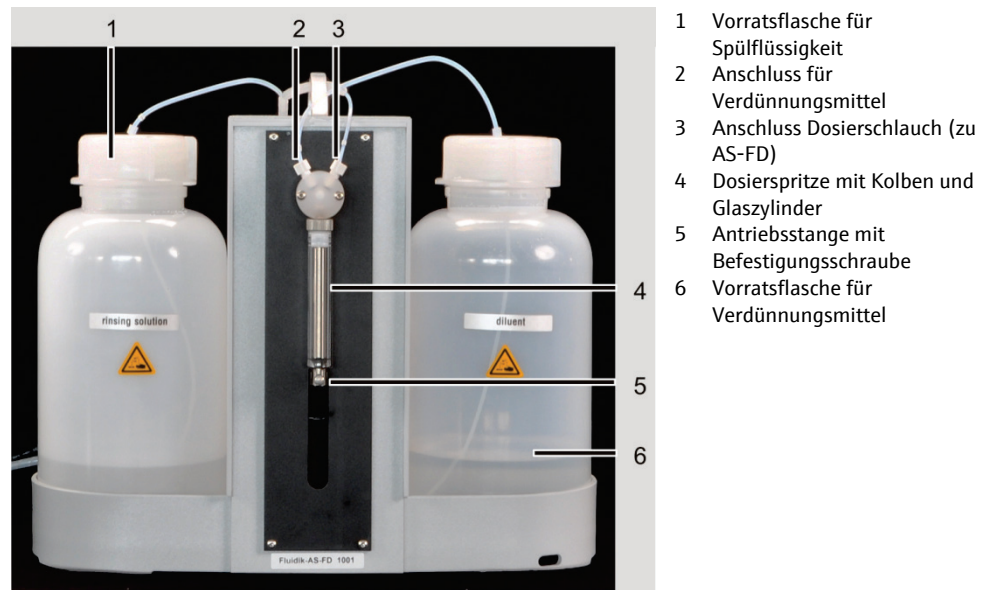

Abb. 46 Dosierer am Fluidik-Modul des AS-FD
3. Den kurzen Schlauch (Kennzeichnung am Schlauch "3") in die Vorratsflasche für Verdünnungsmittel eintauchen. Das zweite Schlauchende am Ventil anschrauben (2 in Abb. 46 S.74).
4. Dosierschlauch Verdünnungsmittel (ummantelt, Kennzeichnung "1") an den zweiten Anschluss des Ventils schrauben (3 in Abb. 46).